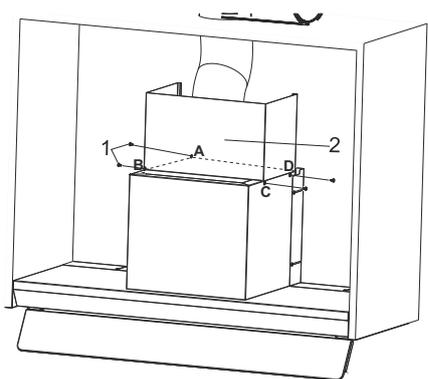

Fig. 16
- 5. ➔ Posizionare la canna fumaria in lamiera inclusa nella confezione sul prodotto (Fig. 16).
Con le 4 viti di collegamento, avvitare la canna fumaria esterna al corpo del prodotto nei punti A,B,C,D (Fig. 16).